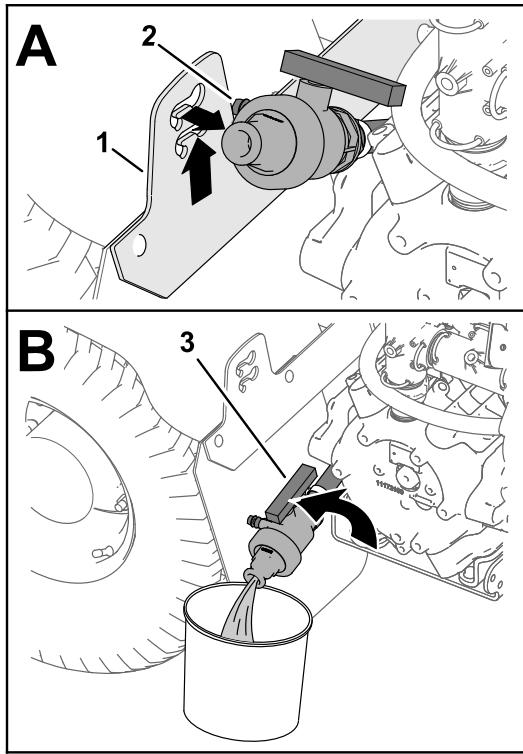

Figura 45
3. Levante la válvula hasta que los espárragos de montaje de la válvula salgan de las ranuras del soporte de la válvula de vaciado, y mueva la válvula hacia atrás (Figura 45, A).
4. Alinee el extremo de la válvula con el recipiente de vaciado y gire la palanca de la válvula a la posición de abierto (Figura 45, B).
5. Cuando el depósito se haya vaciado por completo, gire la maneta de la válvula de vaciado a la posición de cerrado y monte la válvula en el soporte de la válvula de vaciado (Figura 45, B y Figura 45, A).